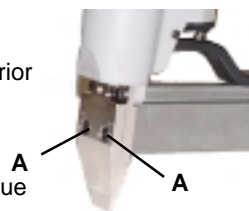

Figura 6
2. Remueva los dos Tornillos de Montaje de la Guía Inferior (**A**), mostrados en la Figura 6. La Guía Inferior y el Zapato Estabilizador ahora se remueven en conjunto.